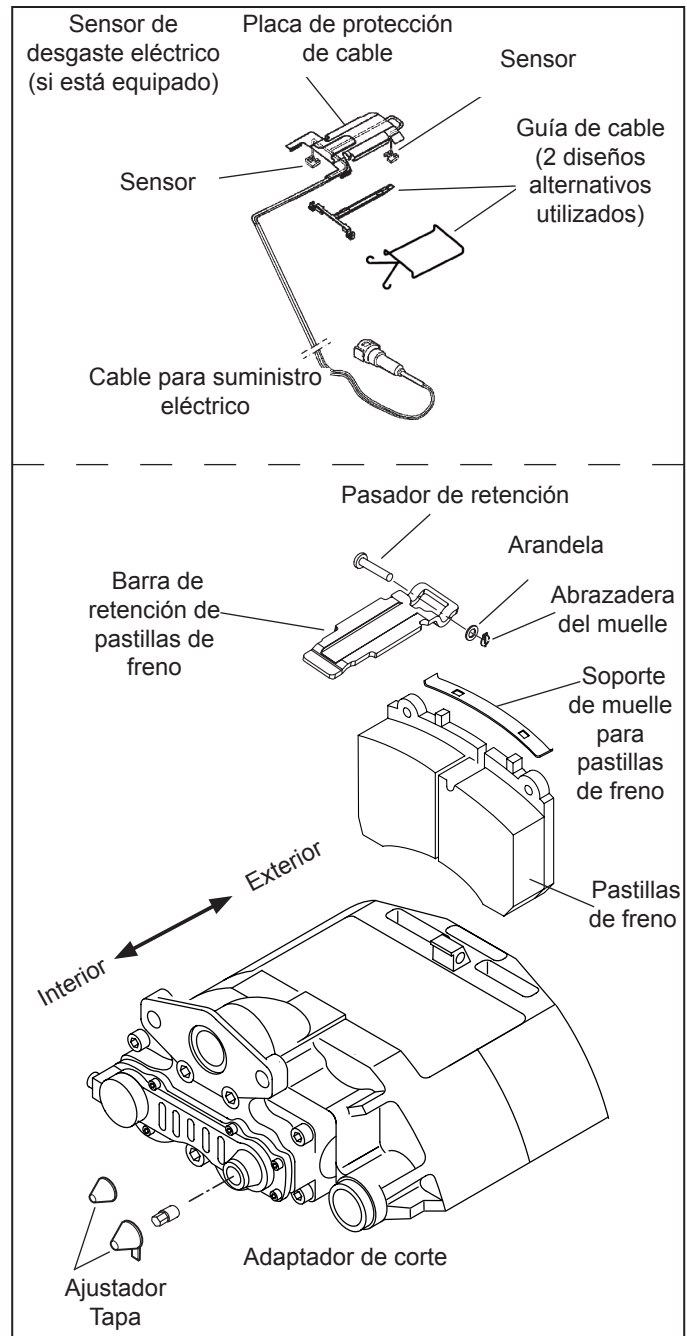

Figura 4: reemplazo de pastillas
1. Si el freno de disco de aire está equipado con un indicador de sensor de desgaste electrónico (*Consulte la parte superior de la figura 4*), retire y conserve la placa de protección del cable y su equipo de montaje. Anote la posición de los sensores en los canales de las pastillas de freno y retírelos cuidadosamente. En la mayoría de los casos, no es necesario liberar el conector del cable para retirar los sensores del área de trabajo de instalación de las pastillas. Inspeccione los sensores de desgaste; reemplácelos si están dañados o desgastados.
2. (*Consulte la figura 4*). Mientras presiona la barra de retención de la pastilla de freno, retire la abrazadera del muelle, la arandela, el pasador de retención y la barra de retención de la pastilla de freno.
4. Empuje la barra de retención de la pastilla en la ranura de la mordaza. Presione hacia abajo la barra de retención de la pastilla e inserte el pasador de retención de la pastilla, con el pasador apuntando hacia abajo, donde sea posible. Instale la arandela y después la abrazadera del muelle. (Consulte la figura 4).